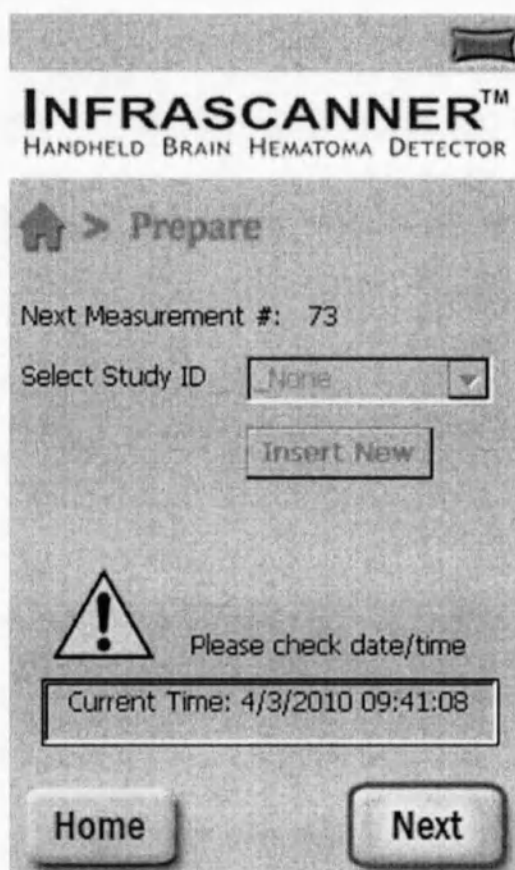

Рис. 3-4 Экран данных пациента
3. Окно **Select Study ID** (рис. 3-4) отключено. На экране отображается порядковый номер измерения. Если вы заинтересованы в последующем анализе данных, запишите этот номер. Если в результате удаления батареи системные часы были сброшены, желтый треугольник указывает на то, что пользователь должен установить часы и дату на инфракрасном сканере (процедура установки будет описана ниже).